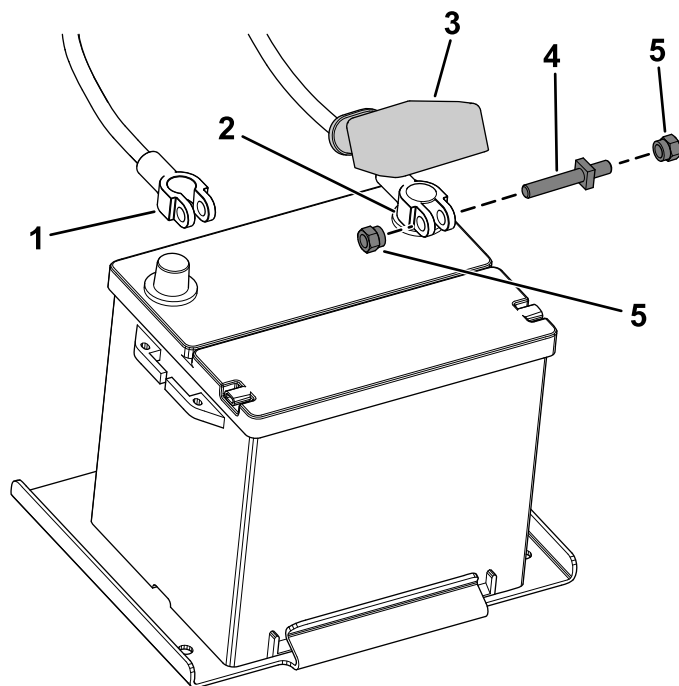

Figure 94
1. Débranchez les câbles de la batterie (Figure 94).
2. Rebranchez les câbles de la batterie (Figure 94).